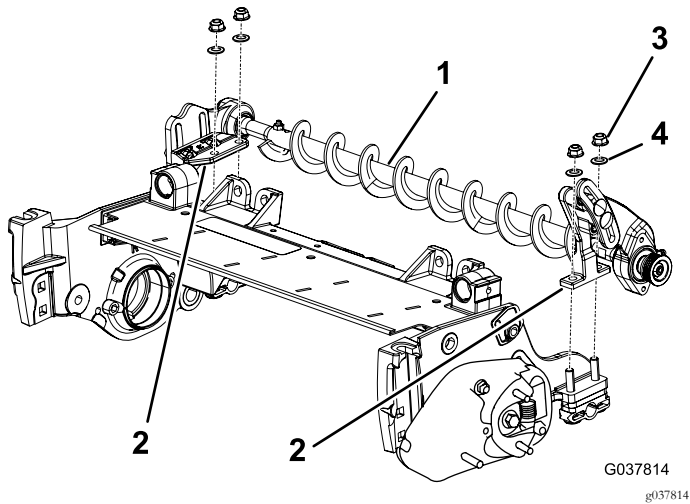

Figura 5
1. Posizionate le staffe di montaggio del gruppo della spazzola per rullo sui bulloni delle staffe del rullo (Figura 5).